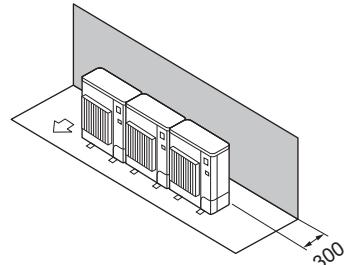

Fig. 2-13
① Εμπόδια στην πίσω πλευρά μόνο (Fig. 2-13)